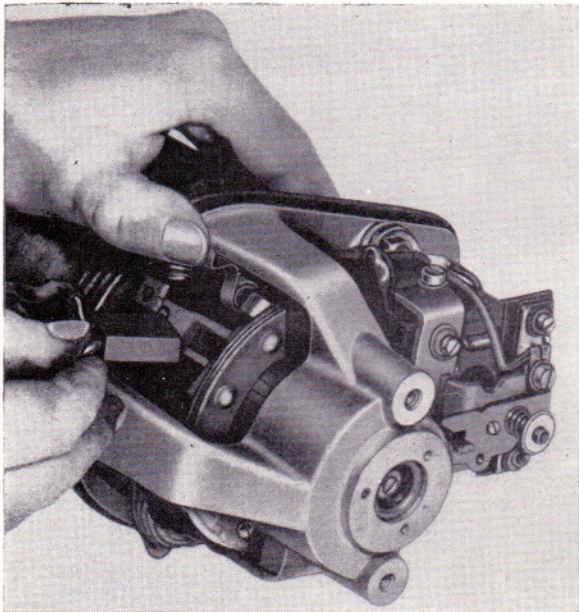

Bild 174
- Andruckfedern über den Kohlebürsten zurückbiegen und die Kohlebürsten aus der Führung herausziehen (Bild 174).